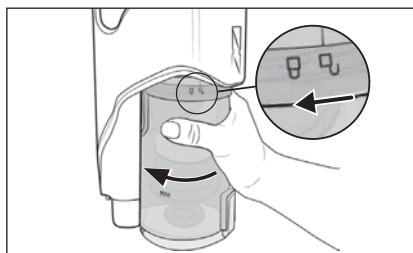

Fig. 22
- 2) Para desmontar el depósito de suciedad **7** del aparato, gírelo hacia el símbolo  (abrir) hasta que pueda retirarse del aparato (consulte la fig. 22).